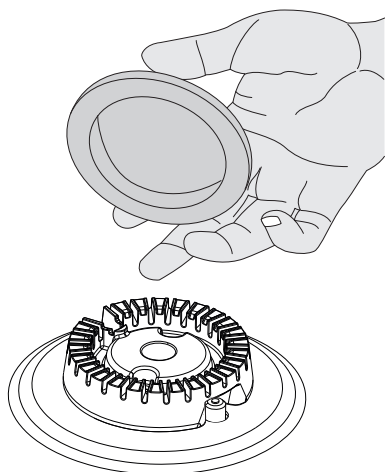

Figure 4 : Couvercle du brûleur et la tête
- Placer un chapeau de brûleur sur chaque tête de brûleur (Figure 4), correspondant à la taille de chapeau à la taille de la tête. Le plafond pour chaque brûleur a une bague de positionnement intérieure qui centre le bouchon correctement sur la tête du brûleur. Assurez-vous que tous les chapeaux et les têtes des brûleurs sont correctement placés avant d'utiliser votre appareil.